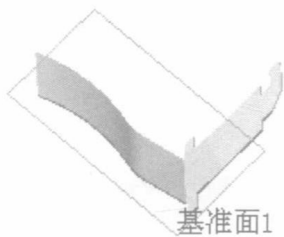

图 1.8 斜接法兰 1
Step4. 创建图 1.8 所示的钣金特征——斜接法兰 1。选择下拉菜单 **插入(I)** → **钣金(B)** → **斜接法兰(O)...** 命令 (或单击“钣金”工具栏上的“斜接法兰”按钮 ), 系统弹出图 1.9 所示的“信息”对话框。在模型中选取图 1.10 所示的边线为斜接法兰边线 (“信息”对话框自动消失), 系统自动生成基准平面 1, 并进入草绘环境; 在草绘环境中绘制图 1.11 所示的横断面草图, 选择下拉菜单 **插入(I)** → **退出草图** 命令, 退出草绘环境, 系统弹出图 1.12 所示的“斜接法兰 1”对话框; 在 **法兰位置(L):** 区域中单击“折弯在外”按钮 , 其他采用默认设置值, 在 **起始/结束处等距(O)** 区域的  文本框中输入值 3.00, 在  文本框中输入值 3.00, 其他采用默认设置值; 单击  按钮, 完成斜接法兰 1 的创建。